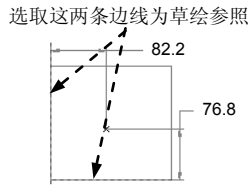
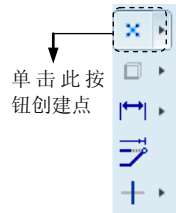

图 5.19.28 截面图形
图 5.19.29 工具按钮位置
Step4. 进入草绘环境后, 选取图 5.19.28 所示的模型的边线为草绘环境的参照, 单击  按钮; 然后单击“点”按钮  中的  (创建几何点), 如图 5.19.29 所示, 再在图形区选择一点。